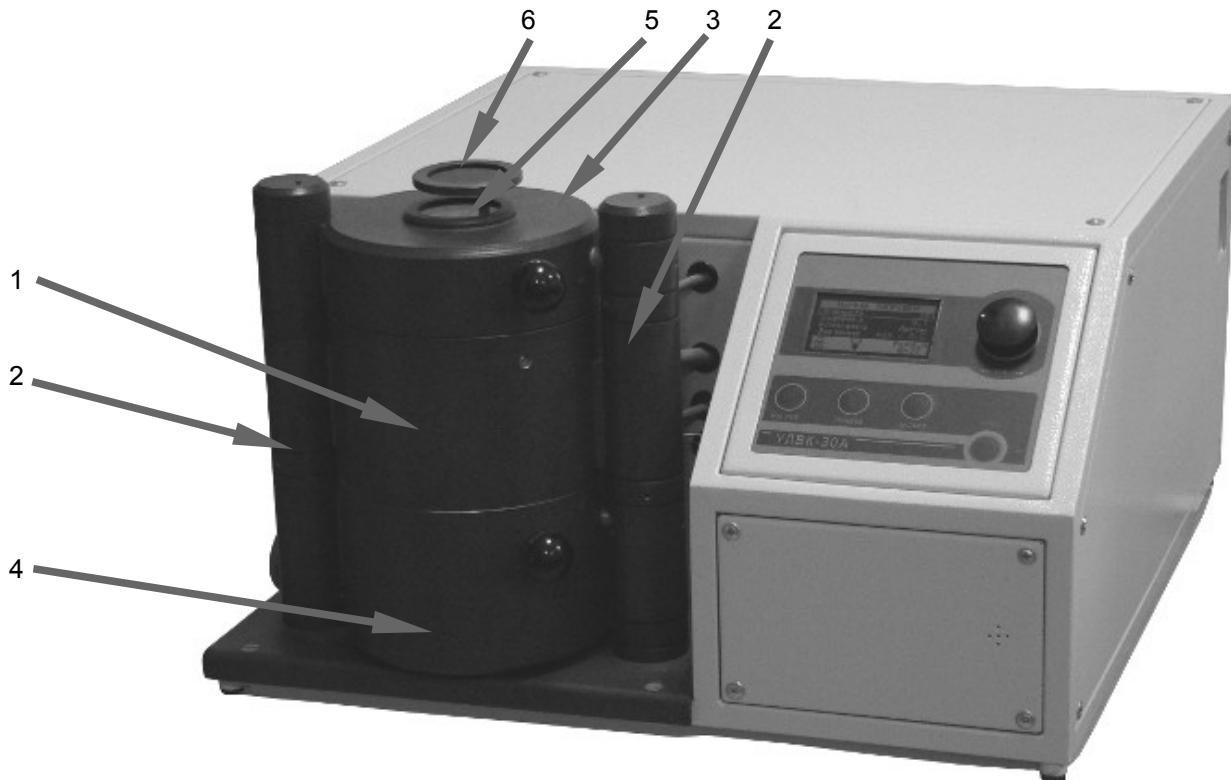

Рисунок 1. 1 - камера индуктора; 2 - стойки; 3 - крышка камеры индуктора;
4.3 В передней части корпуса укреплен плавильно-литейный блок (см. рис.1), который состоит из камеры индуктора 1, поворачивающейся крышки камеры индуктора 3, поворачивающейся камеры опоки 4. Основой конструкции плавильно-литейного блока служат две стойки 2. На торцах камер тигля и опоки имеются полые уплотнительные кольца, в которые для герметизации плавильно-литейного блока подается сжатый воздух. В верхней части камеры индуктора расположен держатель тигля из термостойкого материала, на который устанавливается тигель с отверстием на дне типа "Induret". В нижней части камеры, под индуктором, расположен поворотный затвор. Отверстие в тигле закрывается керамической вставкой, укрепленной на затворе, открывающимся при литье. На дно камеры опоки укладывается теплоизоляционный вкладыш, поверх которого помещается центрирующий вкладыш с отверстием под опоку нужного диаметра. На крышке 3 расположено смотровое окно 5 с бесцветным стеклом и поворачивающаяся обойма 6 с темным светофильтром. Конструкция плавильно-литейного блока такова, что не требует фиксации крышки камеры индуктора и камеры опоки в закрытом состоянии, что упрощает работу с установкой.
6.4 Соедините шлангом штуцер «ВОЗДУХ» (см. Приложение 4 рис.1) с источником сжатого воздуха. Соедините шлангом штуцер «АРГОН/ВОЗДУХ» с источником аргона. Зафиксируйте шланги хомутами из комплекта поставки.